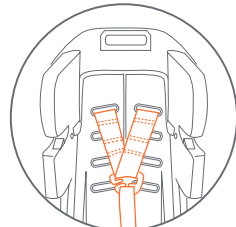

Fig. 30-3
8. Vuelva a montar las correas del arnés en la placa de ajuste del cinturón. Proceda primero con la correa del arnés izquierda y luego con la derecha. Verifique que las correas del arnés estén completamente dentro de la arandela de la placa de ajuste del cinturón (Fig. 30-3).